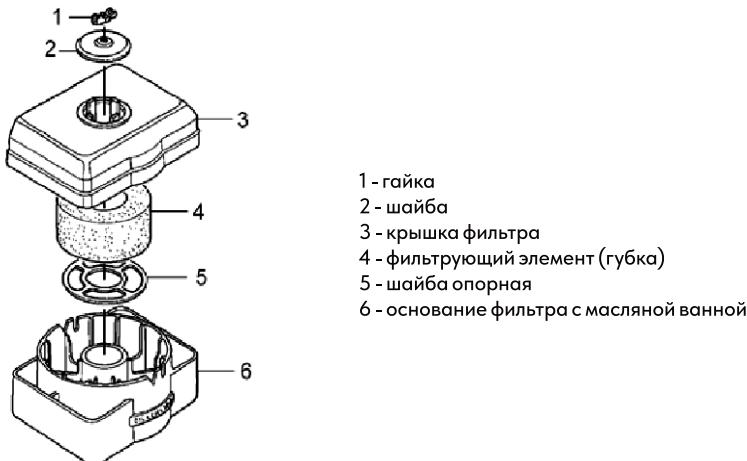

Рис. 19
1. Открутите гайку крышки воздушного фильтра (рис.19).